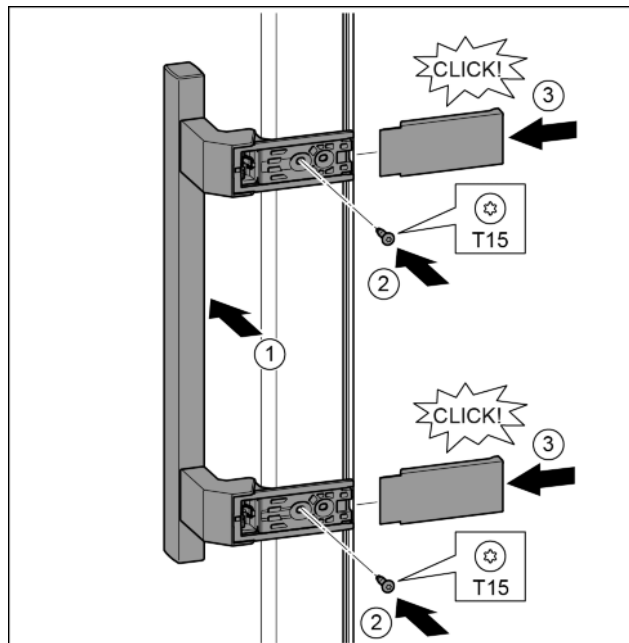

Fig. 22
- ▶ Założyć uchwyt po przeciwległej stronie. Fig. 22 (1)
- ▶ Śruby przykręcić przy pomocy śrubokręta T15. Fig. 22 (2)
- ▶ Osłony założyć z boku i wsunąć. Fig. 22 (3)